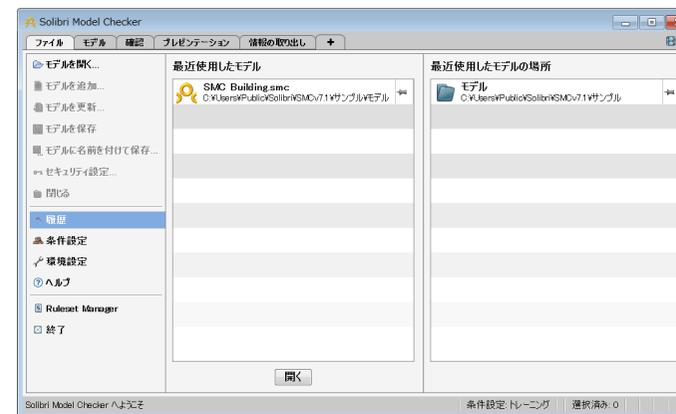

図3 ファイル レイアウトと「最近使用したモデル」
- 3) SMC を立ち上げると以下のようなファイル レイアウト画面が表示されます。(図3を参照)